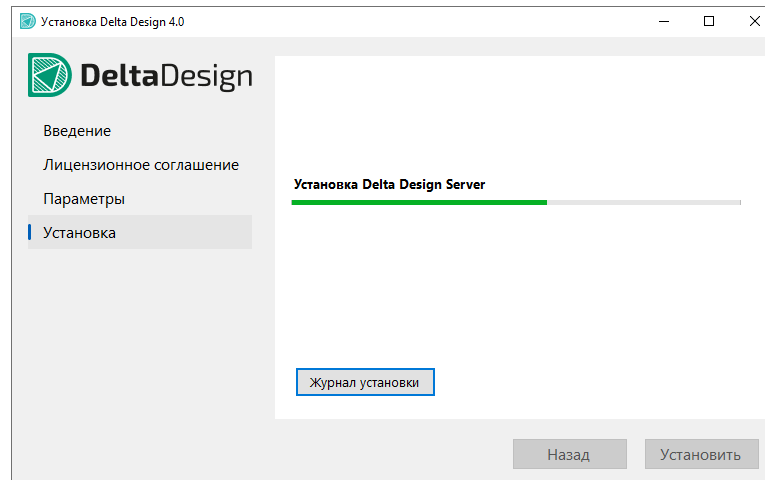

Рис. 4 Выполнение процесса установки
5. Дождитесь завершения процедуры установки, см. Рис. 4. Для открытия журнала установки нажмите «Журнал установки».